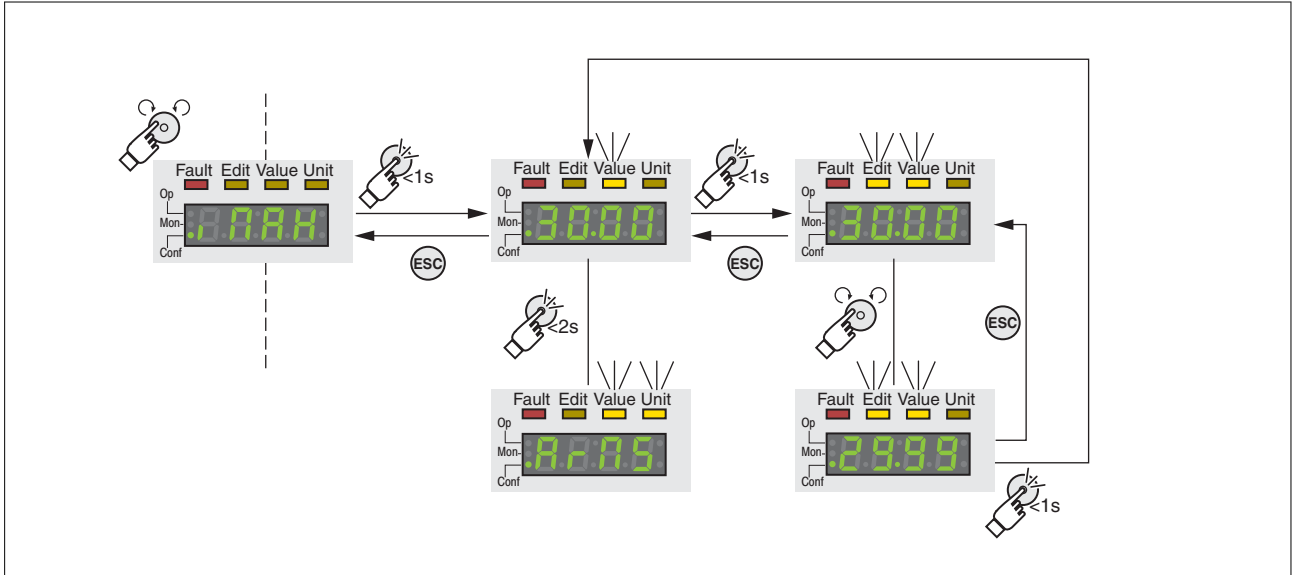

Ilustración 44: HMI integrada, ejemplo para ajuste de parámetros
- El parámetro  $i_{PRH}$  (iMax) puede visualizarse en la indicación de 7 segmentos, véase Ilustración 44.